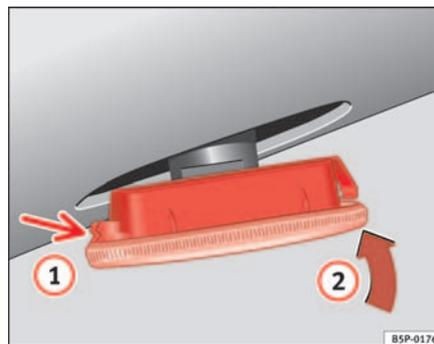

Fig. 187 Indicatori di direzioni laterali
- Prima collocare l'intermittente nel foro della carrozzeria, incastrando le linguette ⇒ pag. 261, fig. 187, freccia ①.
- Inserire la lampada come indicato dalla freccia ② ⇒ pag. 261, fig. 187. ■